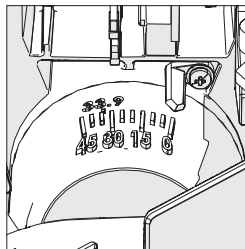

Fig. 23
- Inclinare la testa da taglio all'angolo desiderato. •Per facilitare le impostazioni, è presente una scala goniometrica (Fig. 23).